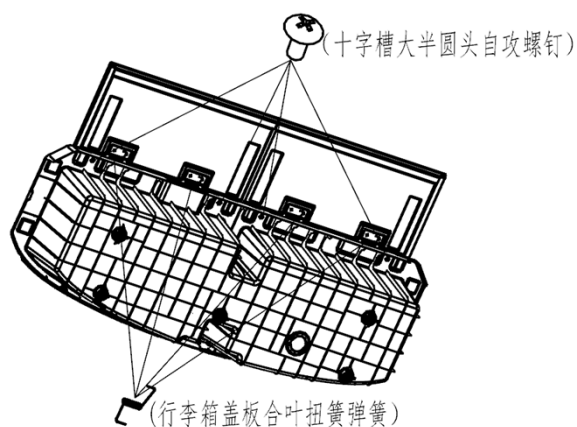

图 13-4-2-1-2 行李箱盖板总成拆卸示意图
(1) 如上图 13-4-2-1-1 所示，逆时针旋转拆下五个六角法兰面盖形螺母